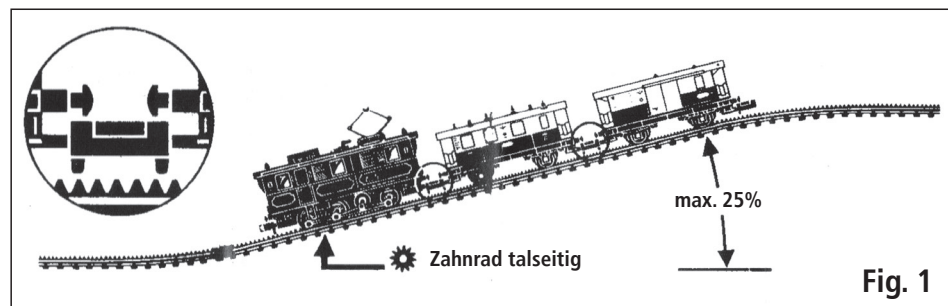

Fig. 1
2. La crémaillère doit débiter en terrain plat environ une longueur de train avant le commencement de la rampe. Il faut placer la locomotive sur la voie, de telle sorte que son engrenage d'entraînement se trouve de côté aval. Les wagons sont attelés du côté amont. C'est de cette façon qu'on obtient le meilleur rendement (fig. 1).
3. Il faut veiller à ce que, dans les courbes, les tiges inférieures des attelages ne traînent sur la crémaillère; il y a lieu éventuellement de les raccourcir légèrement. Au cours d'un mouvement latéral, l'attelage ne peut donc jamais toucher la crémaillère (fig. 1). Les attelages PROFI peuvent amener quelques problèmes lorsqu'un convoi est tenu de gravir une forte pente. Pour ce cas particulier, nous recommandons d'équiper la rame d'attelages standard conventionnels.
2. Zahnstange bereits auf der Geraden eine Zuglänge vor Beginn der Steigung montieren. Die Zahnradlok muss so auf das Gleis gesetzt werden, dass das Zahnrad talseitig sitzt. Die Wagen werden bergseitig angekuppelt. So hat die Lok die besten Fahr- und Schubeigenschaften (Fig. 1)
3. Der Entkopplungszapfen der Kupplungen an Lok und Wagen darf bei Durchfahren von Bögen nicht an der Zahnstange streifen und muss gegebenenfalls etwas gekürzt werden. Bei seitlichem Schwenken der Kupplung darf der Entkopplungszapfen die Oberkante der Zahnstange nicht berühren (siehe Ausschnitt in Fig. 1). Auf starken Steigungen kann es, wenn die Fahrzeuge mit PROFI-Kupplung ausgerüstet sind, zu Problemen kommen. Es empfiehlt sich dann eine Umrüstung auf die Standard-Kupplung.
2. Start the rack-rail on the level a full train-length before the start of the gradient. The cog-wheel locomotive must be placed on the track with the cog-wheel at the down-hill end and the cars coupled at the up-hill end. This gives the loco the best purchase on the rack and the best power (fig. 1).
3. The uncoupling trips on the car and loco couplers must not touch the rack-rail and if they do they must be trimmed off to clear. Check that they clear when swung from side to side (fig. 1). Steep gradients may cause problems in vehicles equipped with PROFI-couplings. Conversion to the standard coupling is then recommended.